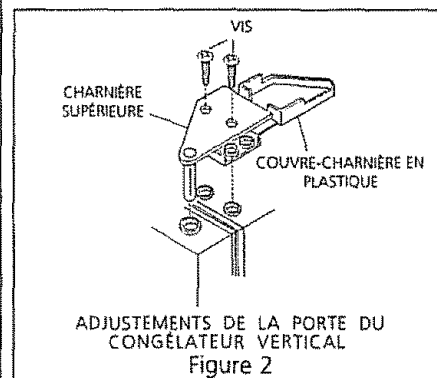

Figure 2
- En haut de la caisse, enlevez le couvre-charnière en plastique et rabattez-le (Figure 2).